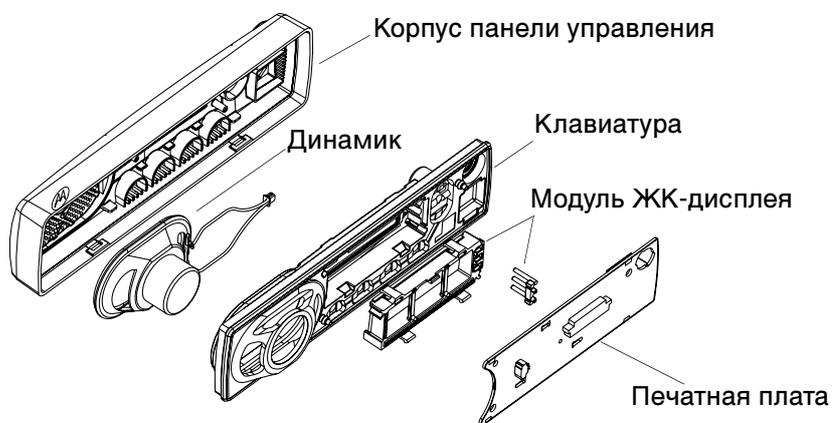

Рис. 2-12 Снятие корпуса панели управления (СМ160/СМ360)
1. Отсоедините плоский кабель от разъема печатной платы панели управления. См. Рис. 2-12.